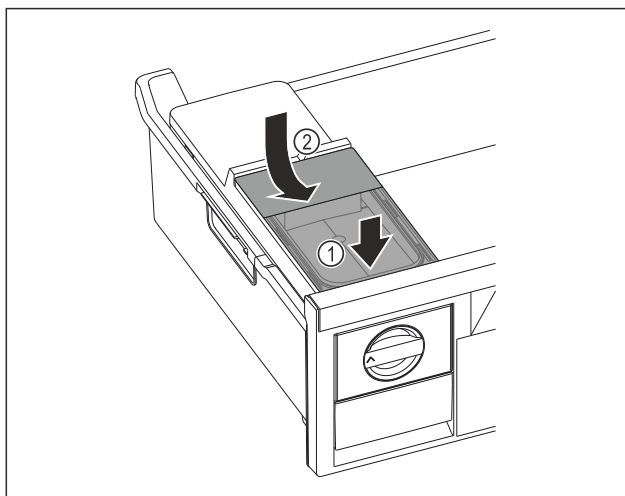

Fig. 124
- ▶ Elöl tegye fel a víztartályt. Fig. 124 (1)
- ▶ Hátról engedje le a víztartályt. Fig. 124 (2)